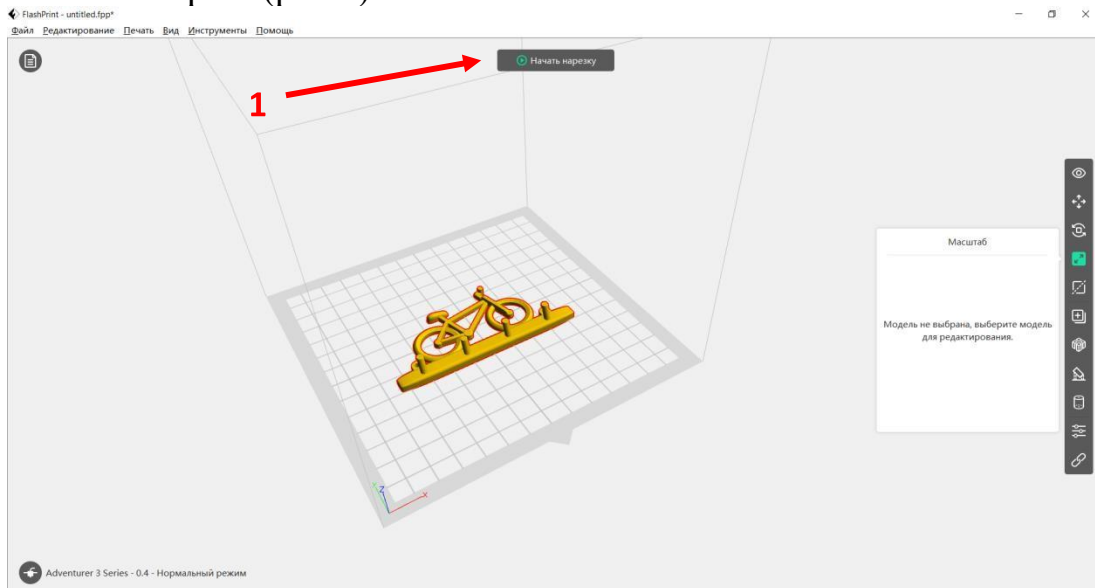

Рис.6. Уменьшенная модель
2. Нажмите кнопку «ENTER». Модель автоматически изменит свои размеры, уменьшив их в 2 раза (рис.6)